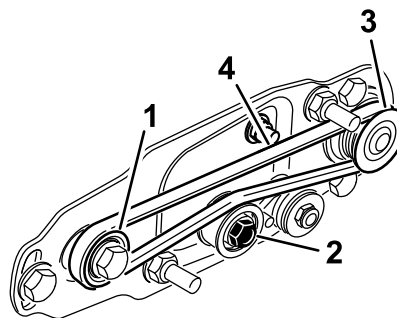

**Figura 15**
19. Inserite il distanziale sull'albero dell'alloggiamento del cuscinetto (Figura 15).
20. Inserite la puleggia motrice nel distanziale e sull'albero di trasmissione (Figura 15). Verificate che le linguette della puleggia siano inserite nella scanalatura dell'albero di trasmissione.
( $\frac{3}{8}$ " x 2") (Figura 15). Serrate il bullone ad un valore compreso tra 47 e 54 N·m.